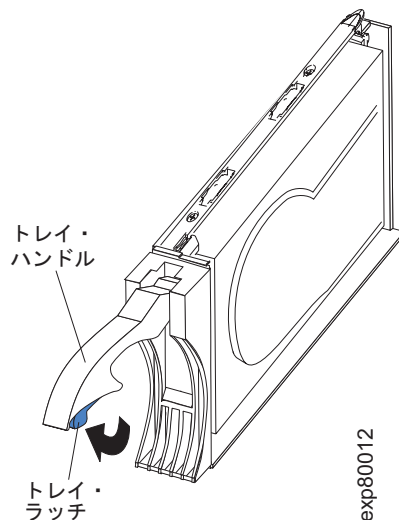

図 80. E-DDM CRU ハンドル
- b. 図 80 に示すように、トレイのハンドルを、開いた位置になるように引き出します。
- a. 151 ページの図 80 に矢印で示されているように、トレイ・ハンドル下部の内側を押して、E-DDM CRU のラッチを解放します。